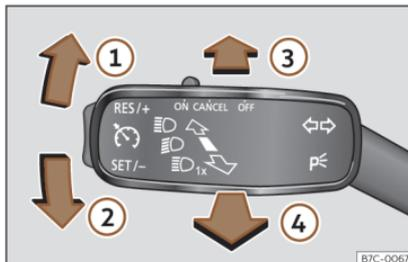

Fig. 89 Levier des clignotants et des feux de route.
- À partir de la position de base, appuyez en avant sur le levier des clignotants et de feux de route >>> **fig. 89** .
- OU** : avec les feux de route activés, tirez vers l'arrière le levier des clignotants et des feux de route»» **fig. 89** .